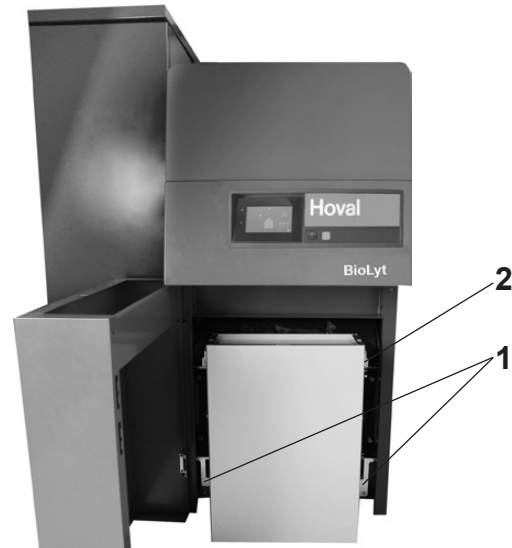

Bild 03
1. Öffnen Sie die Fronttüre und dann die Spannverschlüsse (1, Bild 03) an beiden Seiten der Aschebox.
3. Schieben Sie die Aschebox auf die Anlage und positionieren Sie sie mit Hilfe des Anschlags oben rechts (2, Bild 03). Die Anlage erkennt die aufgesetzte Aschebox und schaltet sich wieder ein.
4. Fixieren Sie die Aschebox durch Schliessen der beiden unteren Spannverschlüsse (1, Bild 03)!